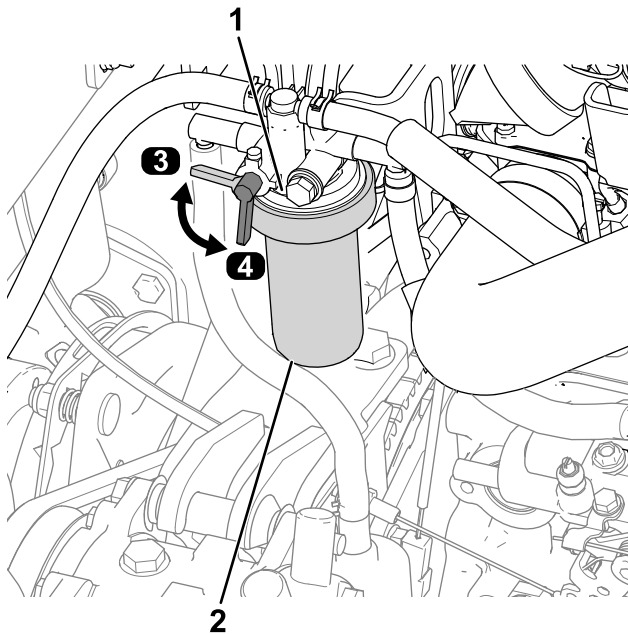

Figura 59
1. Girate la leva della valvola del carburante in posizione di SPEGNIMENTO (Figura 59).
2. Pulite le superfici circostanti la testa del filtro del carburante (Figura 59).
6. Girate la leva della valvola del carburante in posizione di ACCENSIONE (Figura 59).